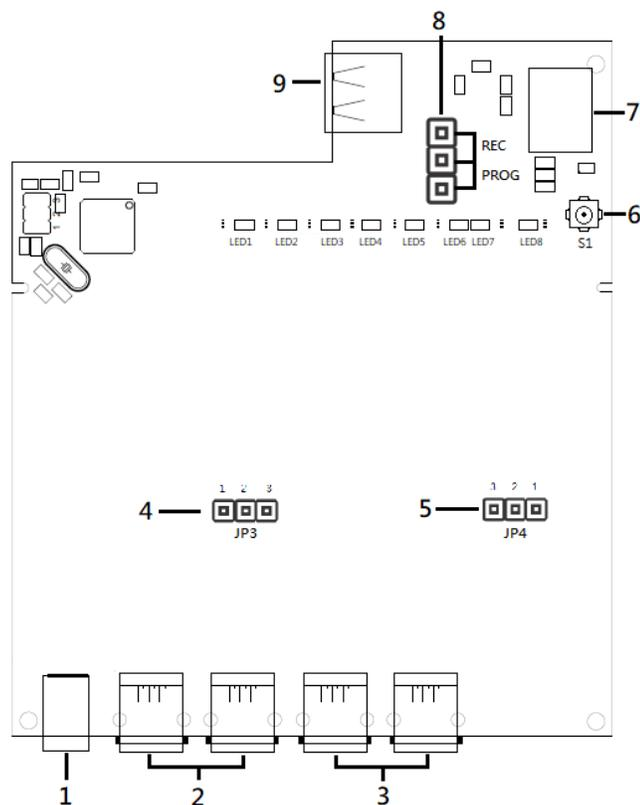

Figura 1: Visão geral da placa.
3.2 - Pen drive: Insira o pen drive no conector USB. Conforme a figura 1.
O MG-2P possui dois níveis de volume para as gravações. A seleção é feita através de jumpers na placa, onde **JP3** configura o nível de volume do **canal 1**, e **JP4** o nível de volume do **canal 2**. Em ambos os canais o jumper nos pinos 1 e 2 é referente ao nível 1 (padrão de fábrica) e nos pinos 2 e 3 é referente ao nível 2 (volume máximo). Consulte a **figura 1** para localizar **JP3** e **JP4**.
O MC-Soft é o software com o qual é possível alterar os parâmetros de gravação. Você encontra o MC-Soft no nosso site www.pinaculo.com.br juntamente com as instruções para instalação. Para conectar o MG-2P no MC-Soft, desligue o equipamento e mude o jumper **REC/PROG** para **PROG** (ver figura 1), então ligue o equipamento novamente e conecte o cabo usb (tipo AB) no computador onde o MC-Soft está instalado. Veja na imagem abaixo a tela principal do MC-Soft e as configurações disponíveis.